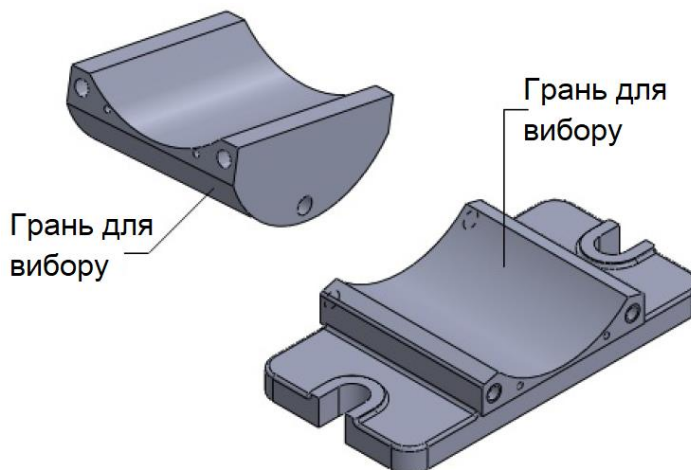

Рисунок 8.23 – Грані для вибору
5. Виберіть грань компонента Saddle (див. рис. 8.23); назва вибраної грані відобразиться у зоні вибору **Entities to Mate** секції **Mate Selections** вікна **Mate PropertyManager**. Далі виберіть грань компонента **Center Member** (див. рис. 8.23); відобразиться спливаюча панель інструментів **Mate** з обраним параметром **Concentric** (Концентричний), як представлено на рисунку 8.24. У графічній зоні також відобразиться попередній вигляд збірки з застосованим концентричним з'єднанням.